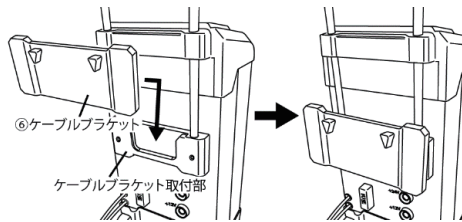

図2
2. ⑥ケーブルブラケットをケーブルブラケット取付部へ、上部から差し込んで確実に固定してください（図2参考）。